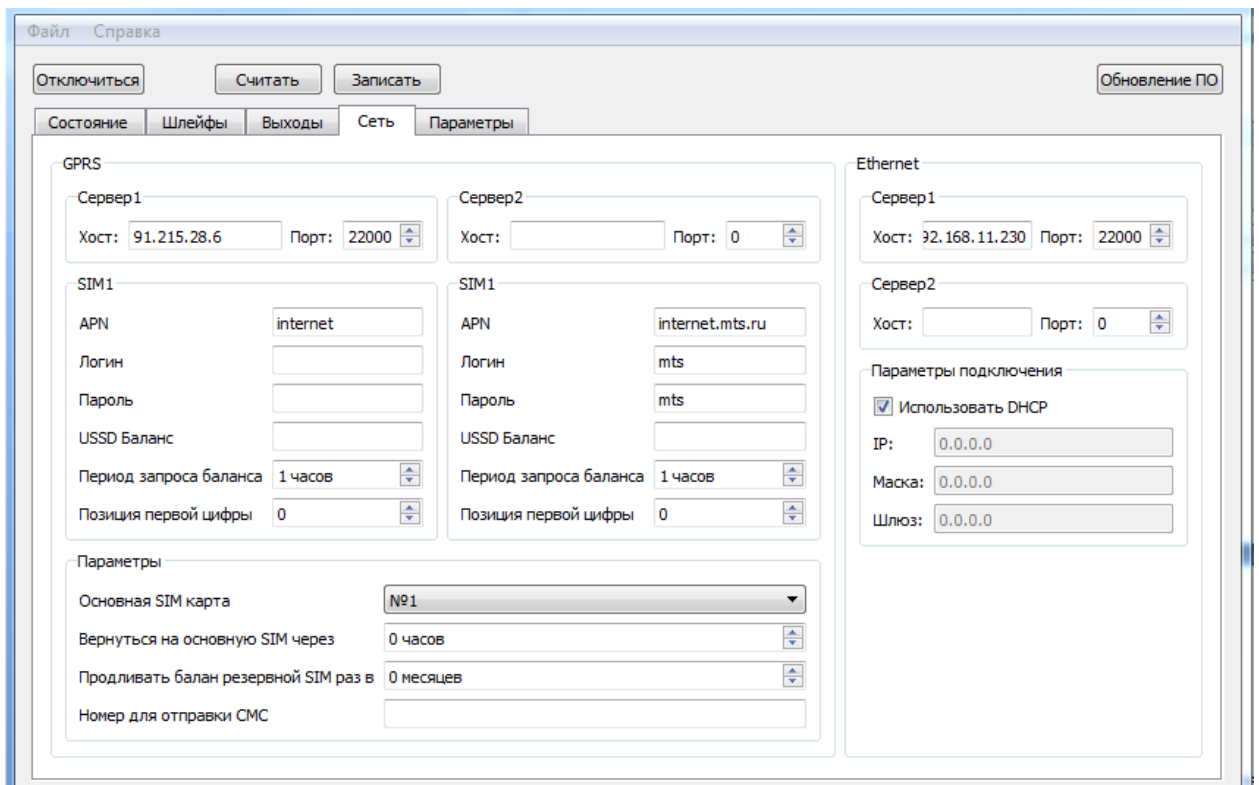

Рис. 11. Вкладка «Сеть»
8.14. На рис. 11 показана вкладка «Сеть».